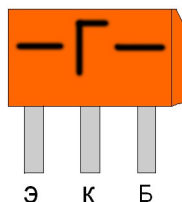

Рисунок 7.2 – Цоколевка транзистора КТ361
7.3 После этого найдите соответствующий макрос (..\МАКРОС\Макросы для Лаб_Р\tranzistor.LMK), и перенесите его на чертёж. Для дальнейшей работы надо знать расположение выводов транзистора, у данного транзистора цоколевка такая: эмиттер(Е) - коллектор(С) - база(В), если смотреть со стороны надписи (см. рисунок 7.2);